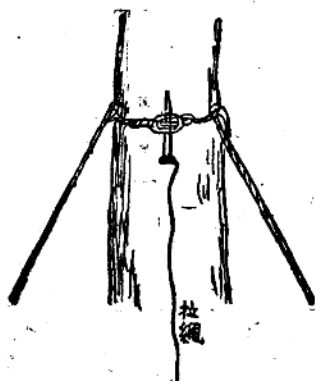

图 7
(2) 大兴安岭地区松树的根部較淺，在升舉接高部分前应将瞭望桿的底部拉好三根引張鋼索或鉛絲，以保安全。
(3) 在接高部分距頂端 1~1.5公尺处；綁好三根引張鋼索，將其拴在一根鉄釘为軸的活扣繩圈上（图 7），鉄釘 上 一 端 系 一 拉